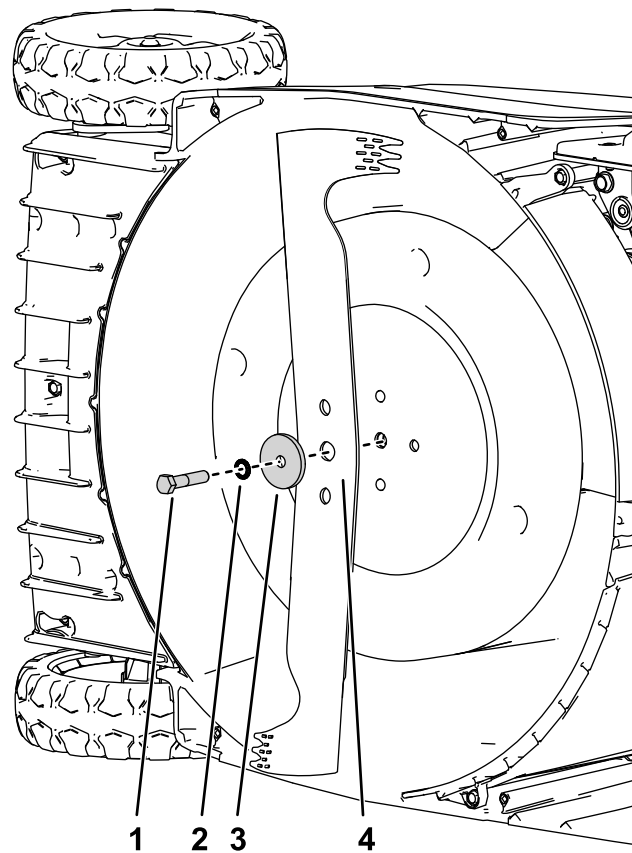

Figura 26
5. Instalați lama nouă și toate elementele de montare (Figura 26).